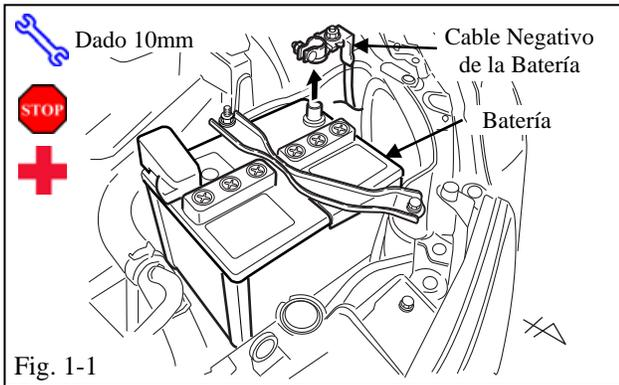

Fig. 1-1
- (b) Desconecte de la Batería el Cable Negativo. (Fig. 1-1)